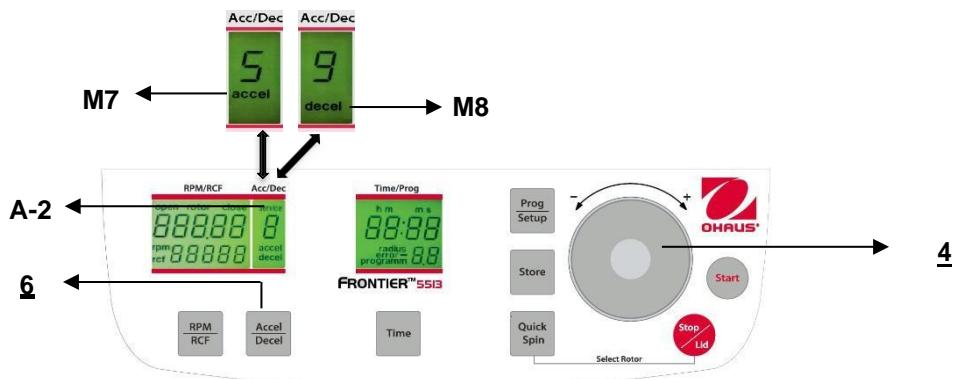

Figure. 15
Se reporter à la figure 15 ci-dessous pour référence.
Le couvercle ne doit être que très légèrement abaissé. Un verrouillage électromagnétique du couvercle le referme et simultanément, le mot "open" (M2) disparaît (voir la figure 15).
Cette fonction est activée avec la touche "Accel/Decel" (6) (voir la figure 15).